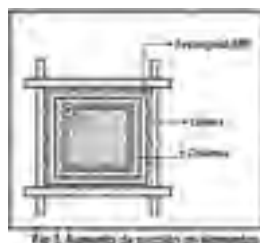

Fig. 5. Aumento de sección en elementos estructurales de concreto
- Aumento de sección en elementos estructurales de concreto (fig. 5)